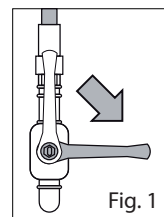

Fig. 1
- Fermer le robinet d'interception en amont de l'équipement (Fig. 1).